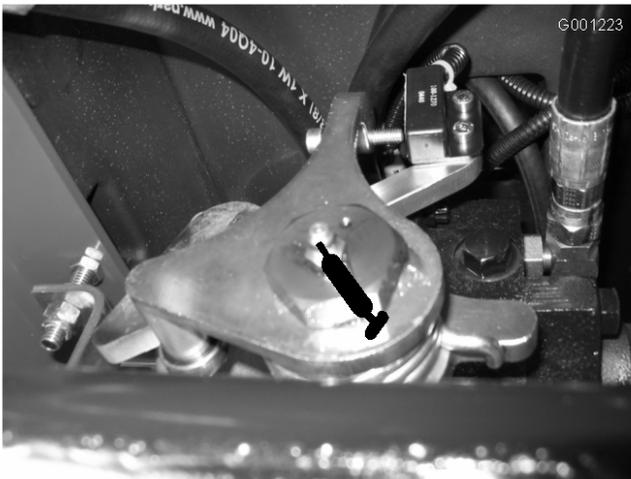

Figura 40
- albero di trasmissione in folle (Figura 40)